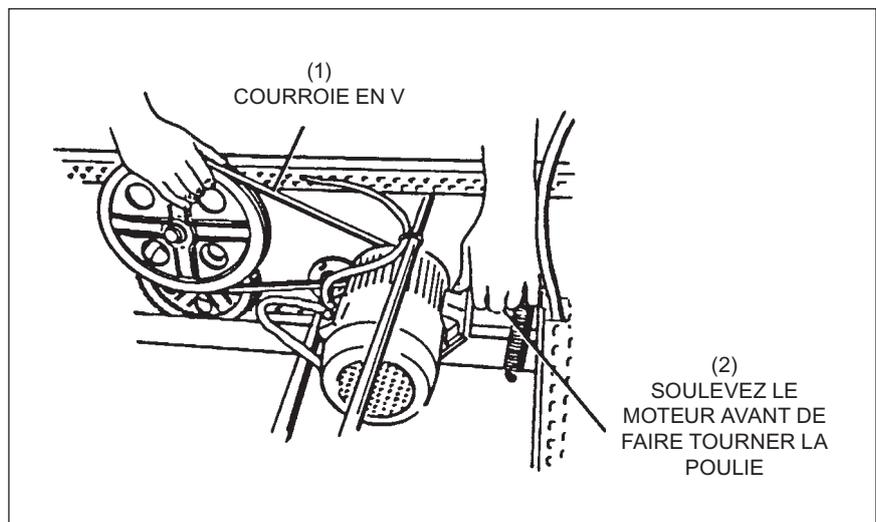

Figure 8-1. Montée et abaissement manuels du plateau de positionnement
3. *Empoignez fermement* la partie supérieure de la grande poulie de la courroie en V du plateau. Reportez-vous à la Figure 8-1.
2. Abaissement manuel du plateau de positionnement pour qu'il soit soutenu par les séparateurs. Reportez-vous aux *figures 8-1* et *8-2*.
7. Faites tourner manuellement la poulie du moteur du plateau de positionnement afin de relever les tubes de support. Remettez manuellement le mécanisme de balayage en position verticale. Reportez-vous à la *Figure 8-1*.